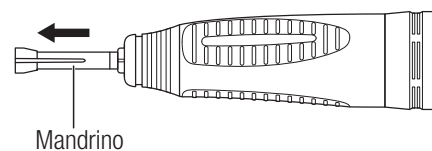

Fig. 9
- 3) Rimuovere il mandrino (Fig. 9).